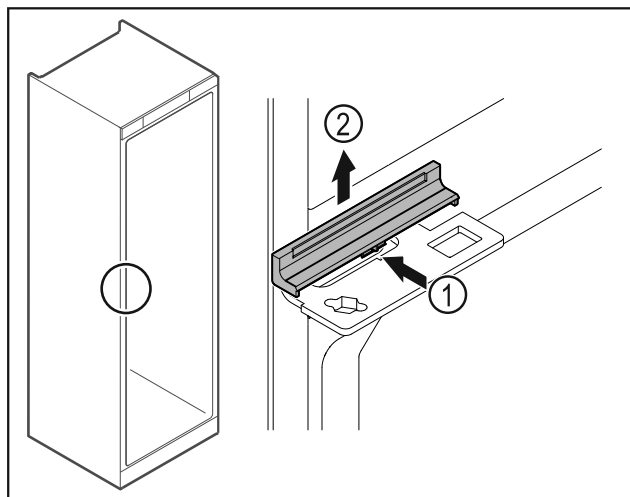

Fig. 50
- Appuyer légèrement sur le centre du cache Fig. 50 (1) et le retirer par le haut Fig. 50 (2).